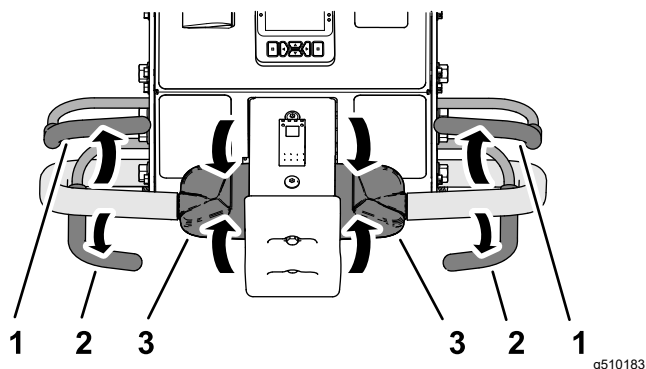

Figure 79
1. Si l'aération est en cours, relâchez la barre de commande d'aération (Figure 79) pour relever la tête d'aération ; voir Levage de la tête d'aération \(page 48\).